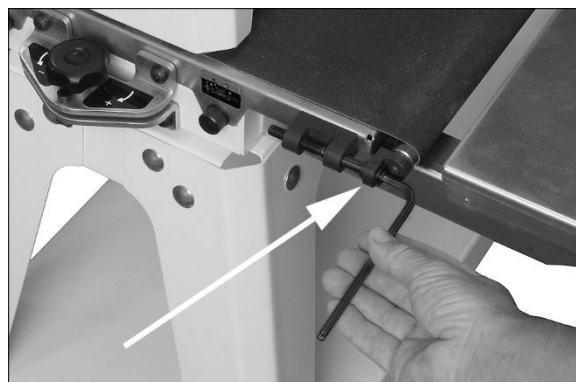

Abb. 8-3: Einstellung der Vorschubband-Spannung
2. Die Einstellschrauben (Abb. 8.3) auf beiden Seiten des Vorschubbandes mit einem 5-mm-Inbusschlüssel verstellen. Beiderseits gleich, um auf beiden Seiten in etwa die gleiche Bandspannung zu erhalten.